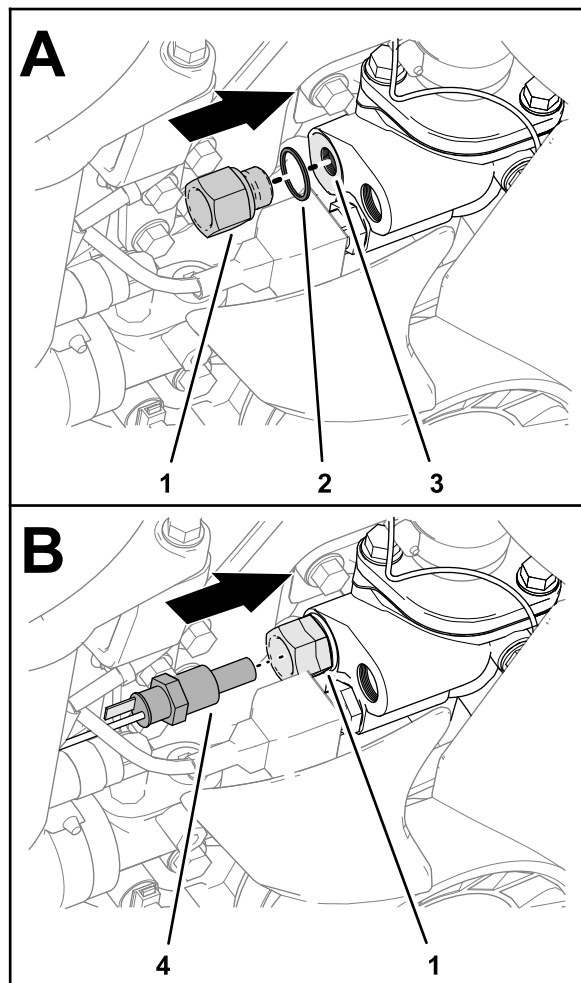

Figure 24
- Montez le réducteur et le joint (bouchon) dans l'orifice avant de la pompe à eau (Figure 24).
- Posez la sonde de température neuve dans le réducteur (Figure 24).